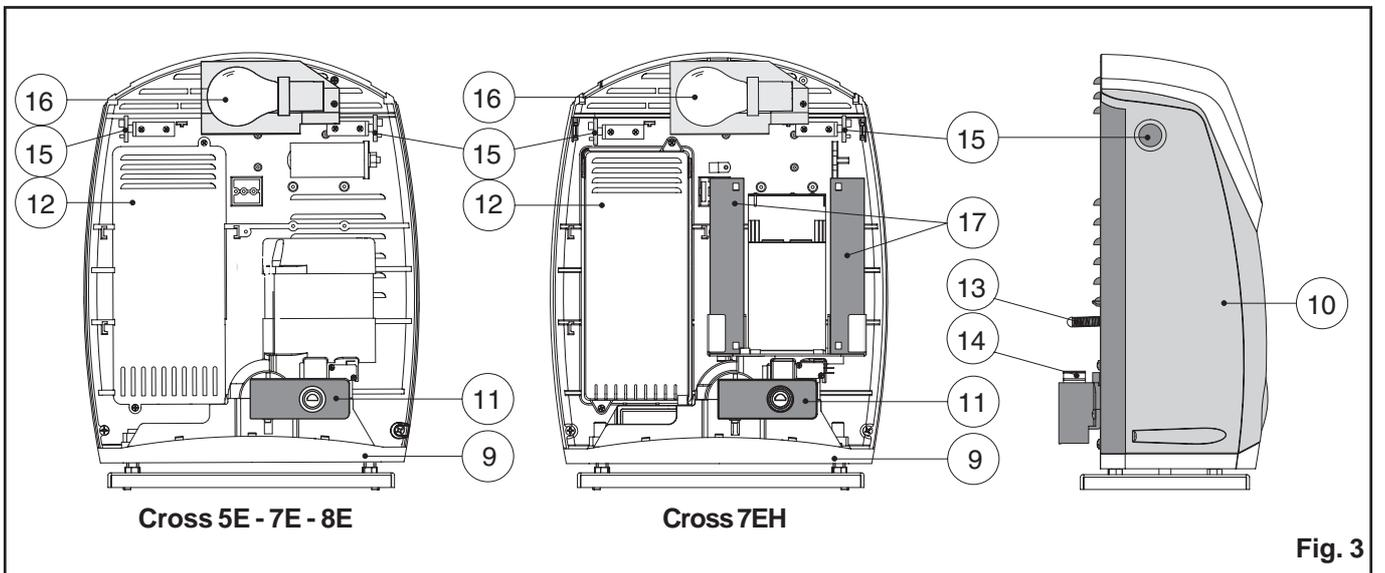

Fig. 3
2.2 Verweis Getriebemotor (Abb. 3)